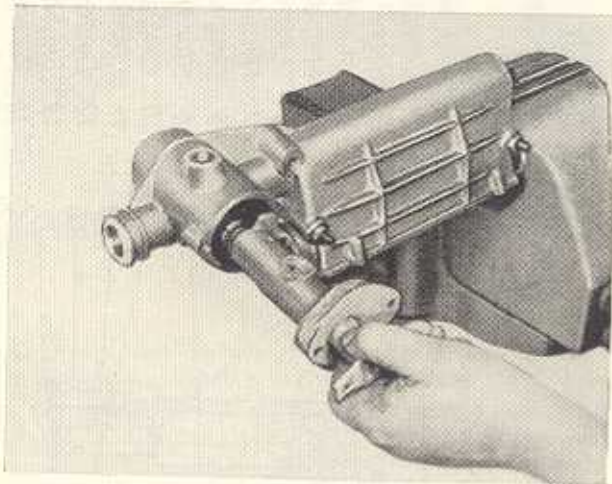

Bild F 23. Einsetzen der Ritzellagerung
- der Deckplatte leicht auf und ab bewegen lassen (Bild F 23).